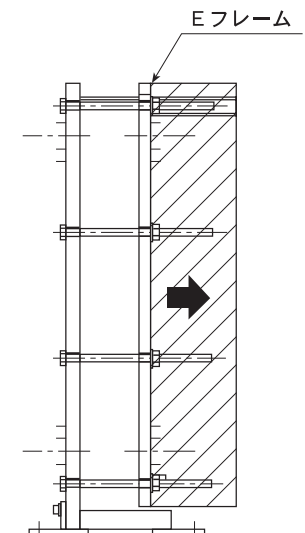
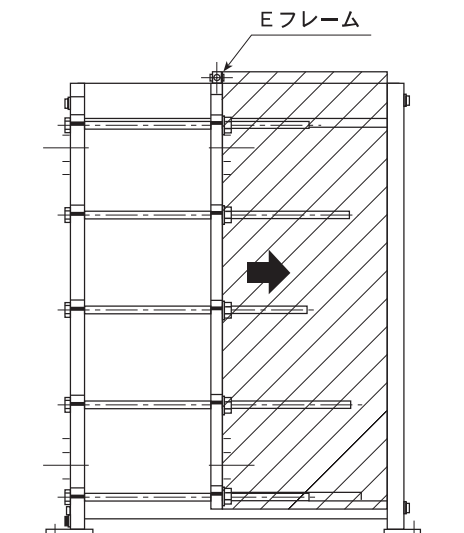

図3.4 NJシリーズ
図3.5 NPシリーズ
- (13) 図3.4、図3.5の  の範囲は作業通路として使用しないで下さい。締付ボルトに衝突する危険があります。
Eフレーム移動範囲内には固定配管を施工しないで下さい。(図3.4、図3.5参照)
Eフレーム移動範囲内には固定配管を施工しないで下さい。（図3.4、図3.5参照）